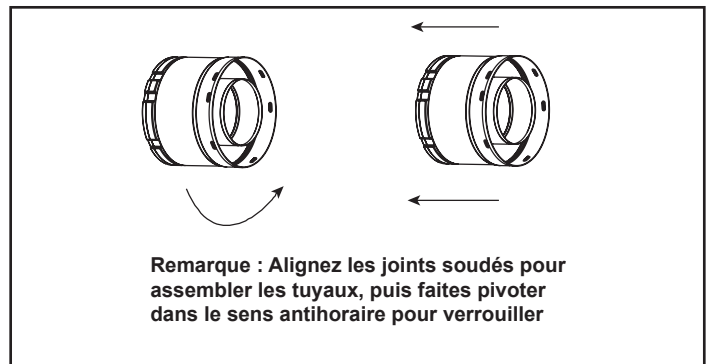

Figure 7.2 Ajout de composants au conduit d'évacuation
- Aligner le cordon du conduit et le cordon du collier pour permettre l'engagement. Faire tourner le composant de conduit d'évacuation pour le verrouiller en place. Utiliser cette procédure pour tous les composants de conduit d'évacuation. Voir la figure 7.2.